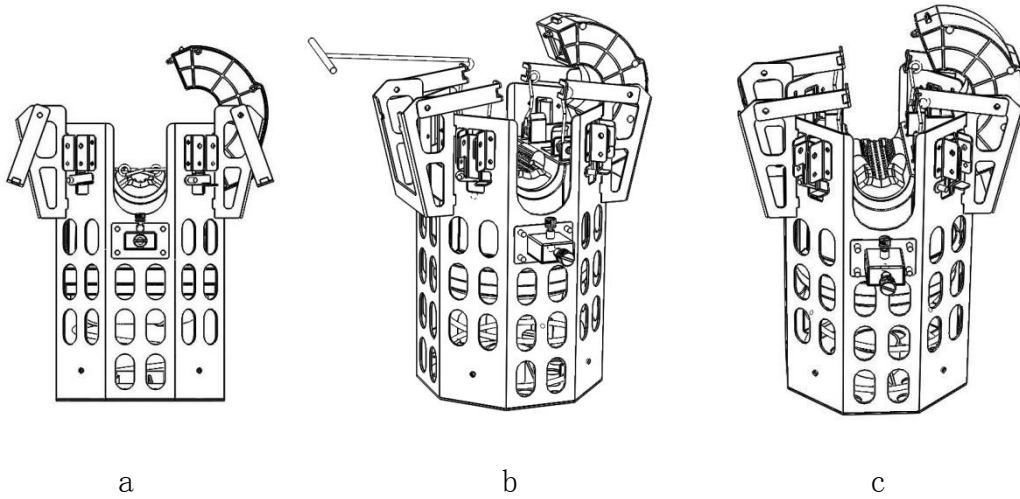

图 5.4
- 2.缓慢拉开提手将其卡在提手固定处，如图 5.4-a 所示。
- 3.使用启簧器将 4 个压线簧依次卡在卡簧固定撑上，如图 5.4-b、图 5.4-c 所示。安装时先将采集单元向下压至底部，推入限位块，然后分别将外侧两个压线簧，内侧两个压线簧卡好，防止采集单元由于受力不均匀发生倾斜，导致安装时无法正确卡在配电线路上。压线簧固定完成后拔出限位块。